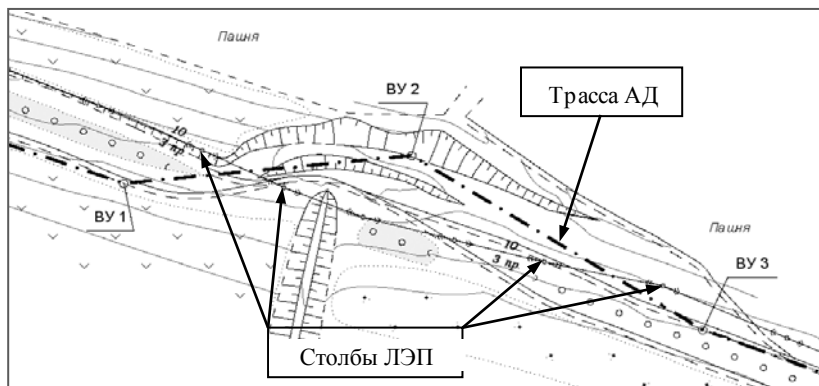

Рис. 9.7
Теперь можно приступить к трассированию. Сразу создадим ТХ, а затем отредактируем его – в углы поворотов впишем закругления. При трассировании будем учитывать характер рельефа и постараемся сохранить существующую ЛЭП (рис. 9.7).
- Укажите вторую точку – **ВУ1** (рис. 9.7).
- Для создания второго участка трассы выберите тип звена **Л-прямая**  $\langle L \rangle$  и укажите третью точку – **ВУ2** (рис. 9.7). Положение тангенса должно быть примерно на равном удалении от столбов ЛЭП слева и справа от создаваемой трассы.
- Следующая точка с координатами X= -653,188; Y= 2601,452 определяет положение ВУ3. Участок ТХ между точками ВУ2 и ВУ3 также проходит между столбами ЛЭП (рис. 9.7).